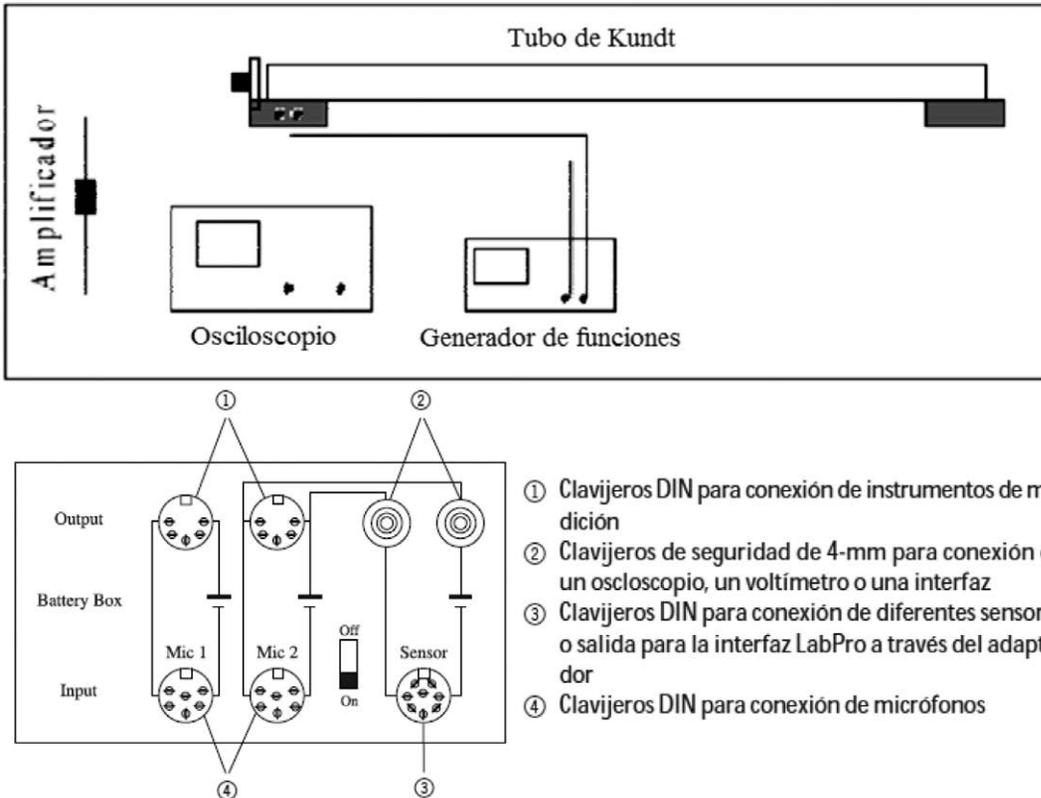

Figura 11.2 Esquema del montaje experimental del tubo de Kundt
1. Realice el montaje y las conexiones necesarias para la práctica, con la asesoría del profesor. Ver figura 11.2.